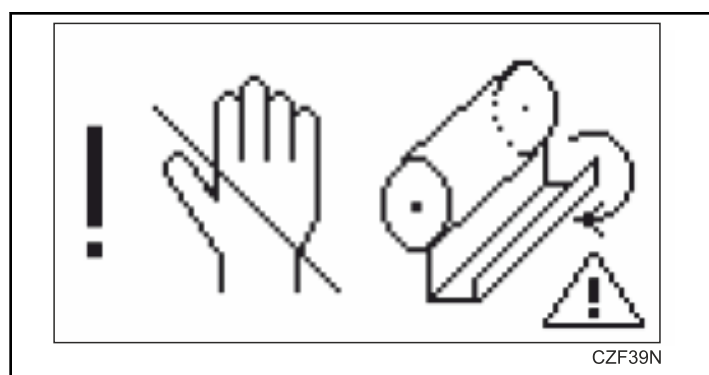

Figura 23
- Se a calha de entrada for elevada ao engomar na posição de prontidão, é apresentado o seguinte ecrã de informação. Consulte *Figura 23*.